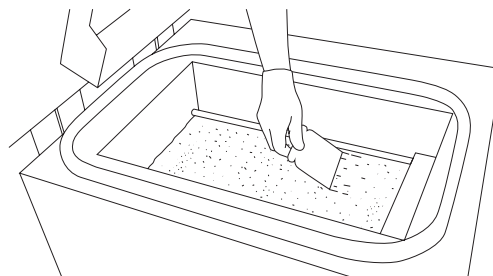

Bild 21. Schritt 3. Gleiche Verteilung des Pulvers auf beiden BETTEN.
- Es wird auch empfohlen, ein wenig des ausgewählten Pulvers auf die Oberfläche des DRUCKBETTES zu geben. Dadurch wird das Erstellen der ersten Ebene beim Positionieren schneller (Bild 21).